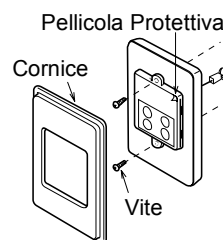

Fig. 4
6. Fissare il Comando Remoto alla parete con le viti in dotazione, come illustrato in Fig. 4.
7. Rimuovere la pellicola protettiva dal Display Digitale del Comando Remoto come illustrato in Fig. 4 e riposizionare la Cornice del Comando Remoto.